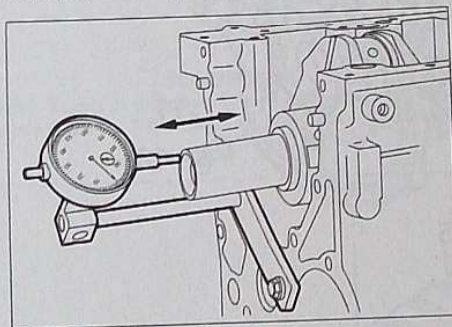

FIG.48
- Contrôler le jeu axial (Fig.48):